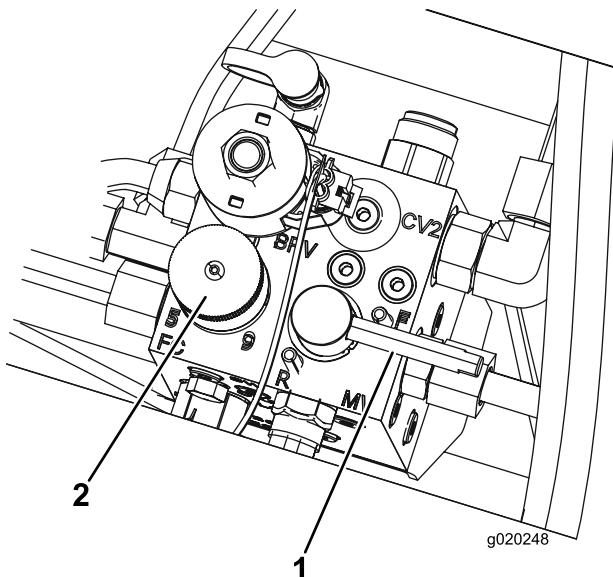

Figura 83
5. Defina o controlo da velocidade dos cilindros para a posição 1 (Figura 83).
| 6. Mova a alavanca de retificação para a posição R (Figura 83). | |